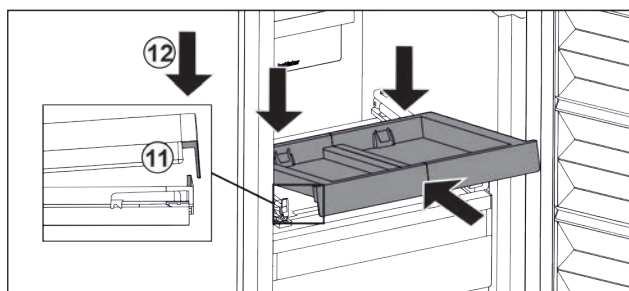

Fig. 27
- ▶ Вставьте, наклоняя вниз. Обратите внимание на то, чтобы на обеих сторонах упор был за накладкой. Fig. 27 (11)
- ▶ Снимите выдвижную панель спереди. Fig. 27 (12)